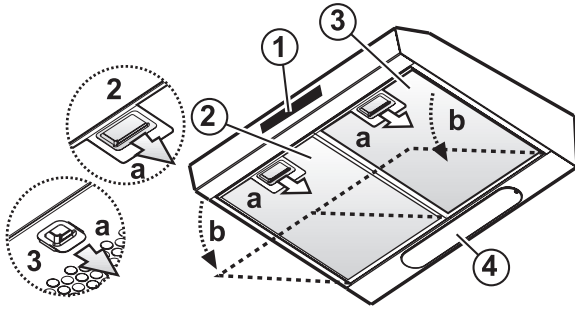

Abb. 1
2. Öffnen Sie das Absauggitter bzw. entfernen Sie den selbsttragenden Fettfilter (je nach Modell). **Abb. 1 (a-b)**
- Abb. 1 (a-b)**